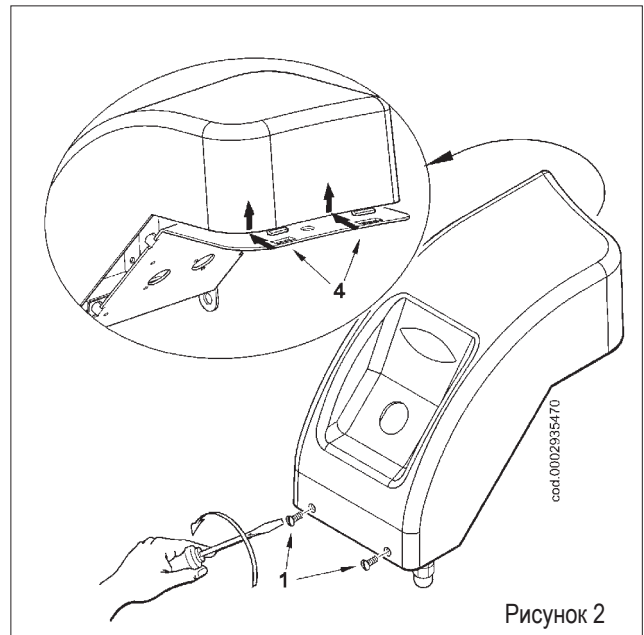

Рисунок 2
2) Для моделей с трёхфазной линией питания открутите 2 винта (1) и отведите слегка назад крышку, чтобы отцепить её от опорного цоколя (см. рис. 2). Приподнимите крышку, чтобы получить доступ к компонентам электрического щита.